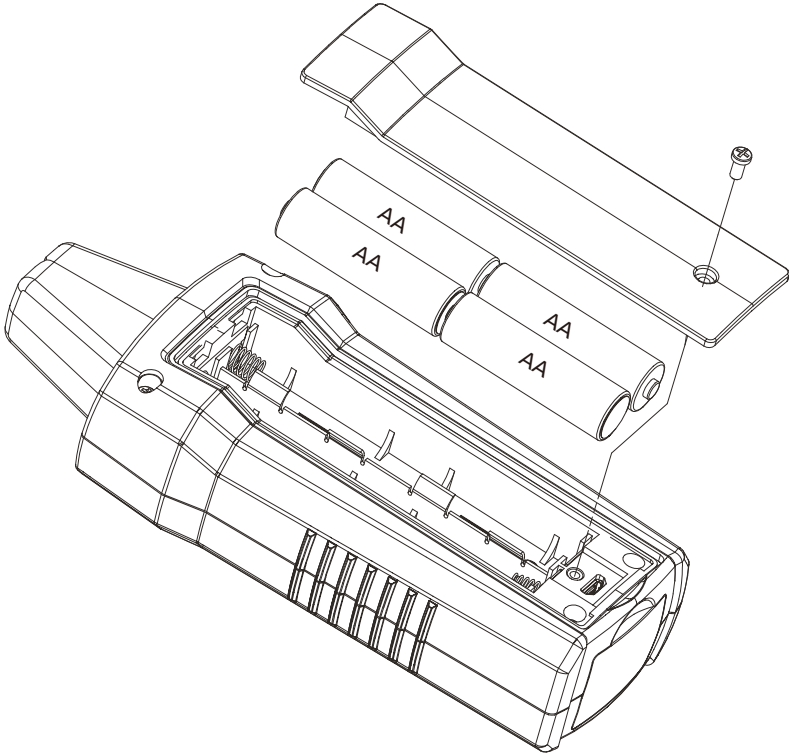

图5.1： 更换接收器电池
4. 如图 5.1 所示更换电池。观察电池槽中所示的电池电极。